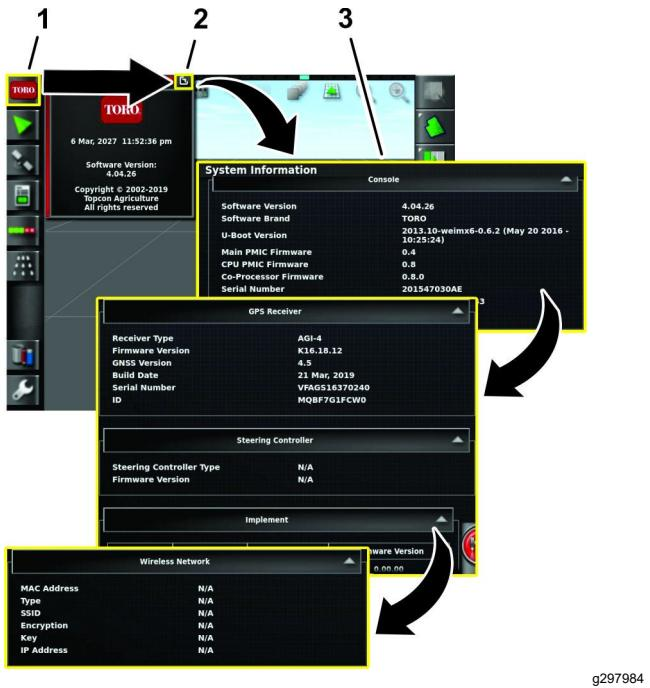

Figure 207
1. Appuyez sur l'icône Information système (Toro) en haut à gauche de l'écran (Figure 207).
2. Dans la mini fenêtre d'information système, appuyez sur l'icône plein écran (Figure 207).